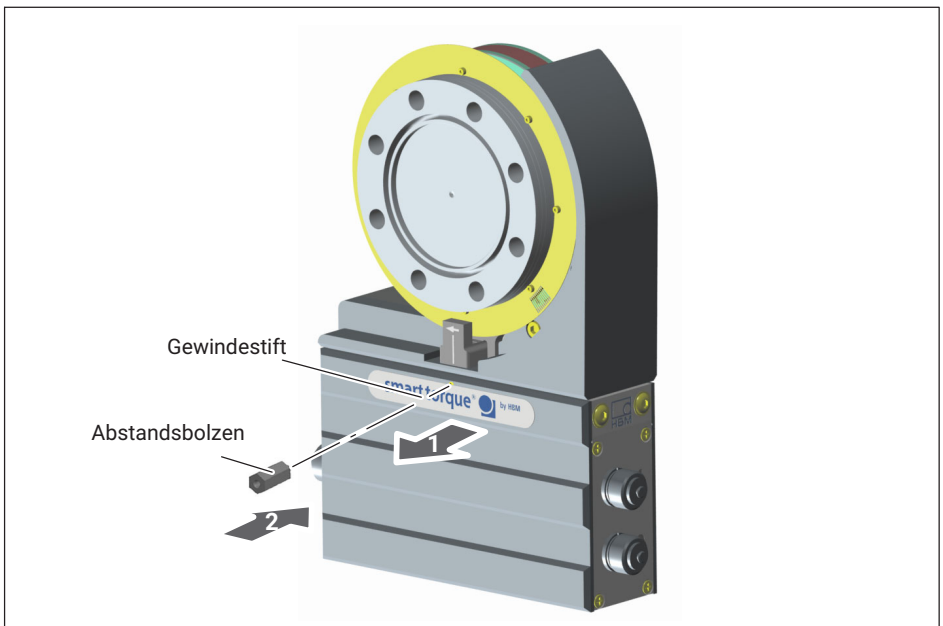

Abb. 8.6 Abstandsbolzen montieren (nur bei  $5 \text{ kN} \cdot \text{m}$  und  $10 \text{ kN} \cdot \text{m}$ )
3. Nur bei Messbereichen  $5 \text{ kN} \cdot \text{m}$  und  $10 \text{ kN} \cdot \text{m}$ : Entfernen Sie auf beiden Seiten des Stators die Gewindestifte aus den Gewindebohrungen. Schrauben Sie den Abstandsbolzen in die Gewindebohrung auf der Seite des Drehzahlsensors ein (siehe Abb. 8.6).